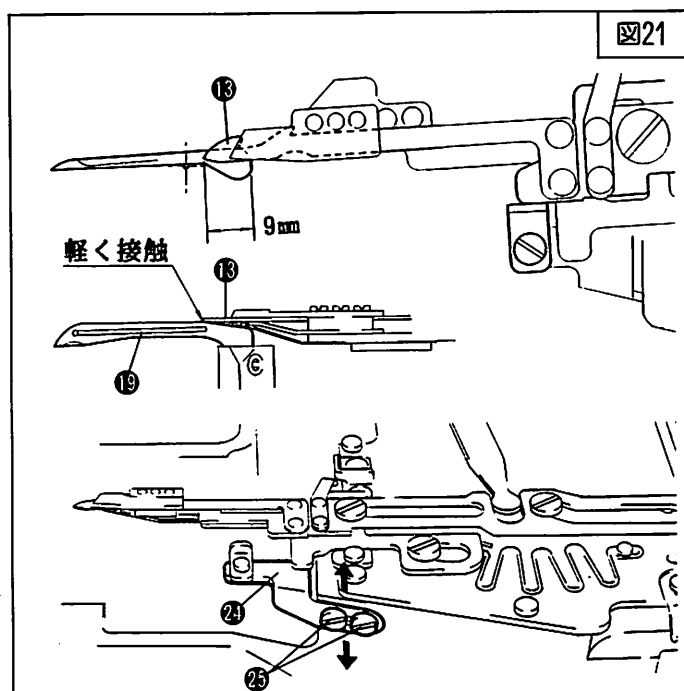

図21
(2)の位置(下メス先端がルーパーの右端から9mm)で下メス台⑲の端面にメス土台ガイド⑲が軽く接触するように、止めネジ⑲を弛めて、調節して下さい。
(4) 下メス上下位置の調節 (図21)